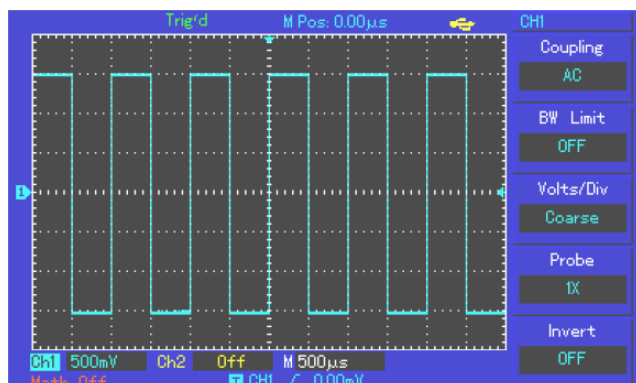

Рисунок 1-7 Сигнал компенсации щупа.
3) Подсоедините кончик щупа и зажим заземления к соответствующим выводам сигнала компенсации щупов. Нажмите кнопку [AUTO] и через несколько секунд вы увидите на дисплее прямоугольный сигнал на частоте 1 кГц с амплитудой около 3В (см. Рисунок 1-7). Повторите эти шаги для проверки второго канала (CH2). Для отключения первого канала нажмите функциональную кнопку [CH1], а затем нажмите функциональную кнопку [CH2] для включения второго канала. Повторите шаги 2) и 3).